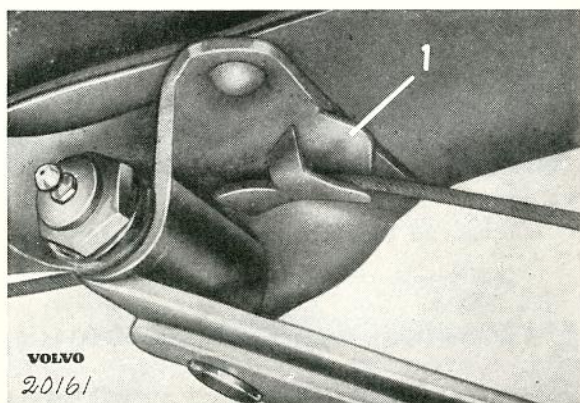

Bild 10. Främre bakfjäderfäste
1. Vänd fjädern så att den halva som har endast en hållare kommer bakåt. Se till att handbromswiren ligger i sin konsol (1 bild 10).
Främre bakfjäderfäste vändes så, att konsolen (1 bild 10) för handbromswiren kommer inåt mot ramens mitt.